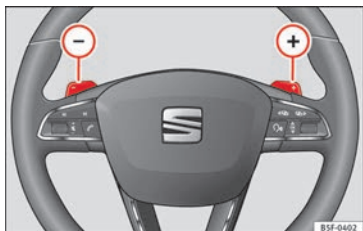

Fig. 170 Volante: leve per il cambio automatico.
- Premere la leva a bilanciere del cambio (+) per inserire una marcia superiore »» **fig. 170**.